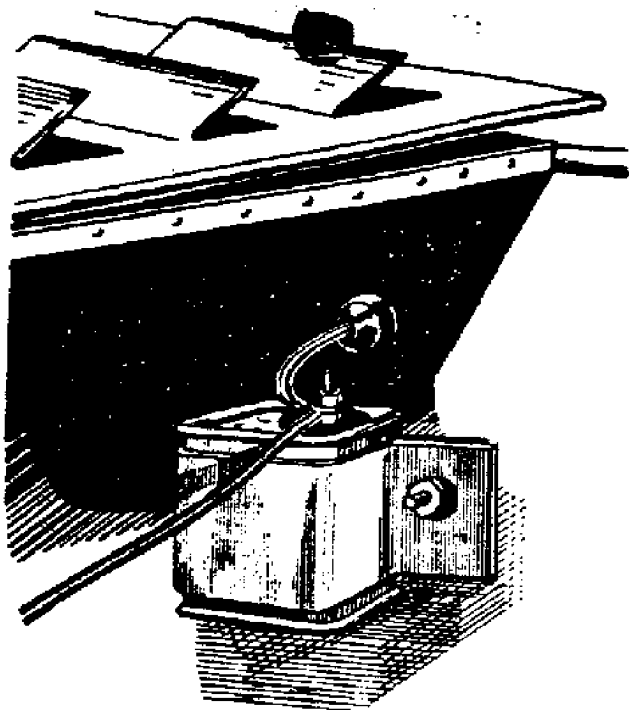

Fig. 22
- a) Is de bobine op den motor of naast het motorblok op het chassis gemonteerd, dan moet de condensator aan de motorzijde van den scheidingswand worden bevestigd en wel zoo dicht mogelijk bij het punt, waar de primaire leiding van de bobine door den wand is gevoerd of in het verdeelkastje van den wagen gaat. Verwijder de isolatie van de primaire leiding en verbind deze rechtstreeks met den condensator (zie fig. 22). Schuur de